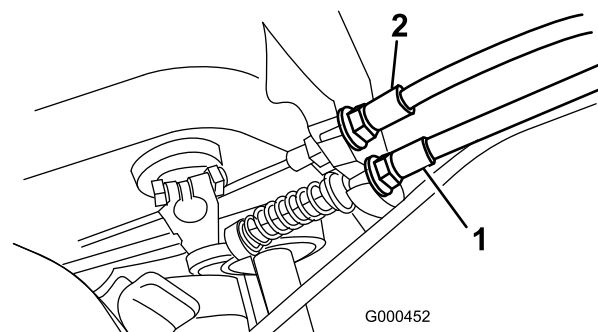

Figura 42
2. Para aumentar a tensão do cabo, desaperte a porca de bloqueio do cabo dianteiro e aperte a porca de bloqueio do cabo traseiro (Figura 42) até que seja obtida uma força de 5,4–7,3 kg, de maneira a que se possa accionar o controlo da tracção.